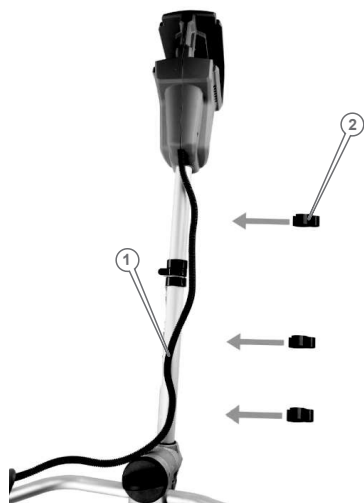

Рисунок 3. Схема кріплення фіксаторів електрошнура.
3. Закріпити електрошнур (1, рис. 3) у захисній гофрованій оболонці на штангу фіксаторами (2, рис. 3).